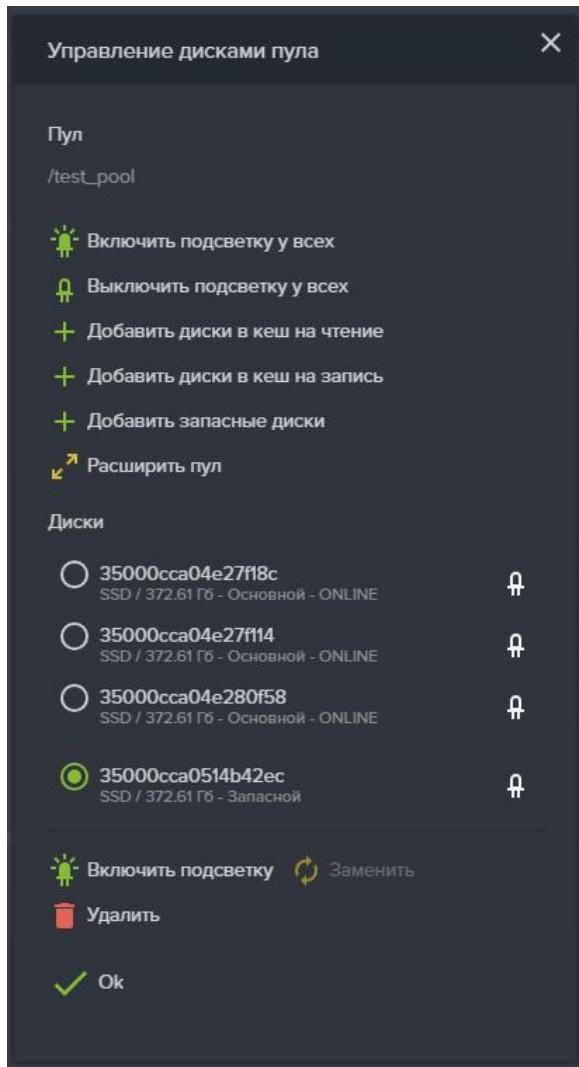

Рисунок 32 – Удаление из пула запасного диска
4. В списке выберите запасной диск его для удаления (см. Рисунок 32).